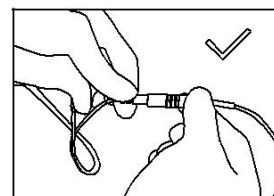
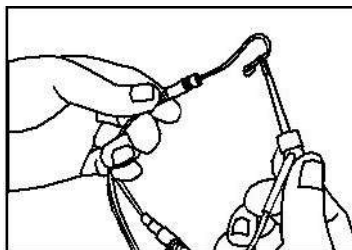

Рисунок 17
Рисунок 18
- г) Загубник должен касаться изогнутого провода держателя файла (см. Рисунок 17), для подтверждения исправности на ЖК-дисплее отображается значение «-3» (см. Рисунок 18, в), в противном случае – держатель файла или измерительный провод повреждены и должны быть заменены.
- а) На ЖК дисплее отображается передняя область апикального отверстия. Перейдите к области, выделенной белым цветом (см. Рисунок 18, а).
- б) Эндо-файл файл находится в положении возле апикального отверстия, когда высвечиваются оранжевые строки (см. Рисунок 18, б).
- в) Эндо-файл файл достиг вершины апикального отверстия, когда отображается красный маячок OVER и издаётся непрерывный звуковой сигнал (см. Рисунок 18, в).